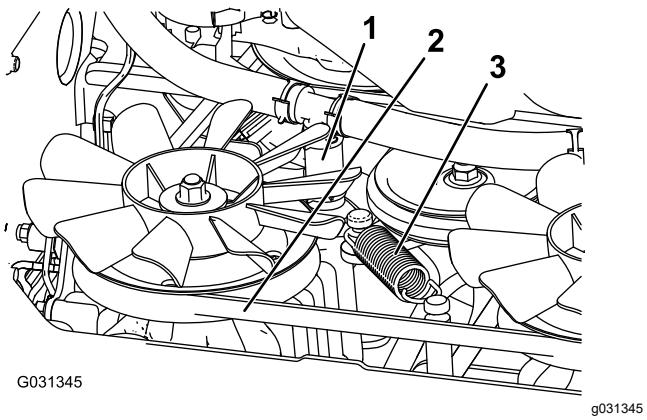

Рисунок 81
5. Снимите нижний гидравлический шланг (Рисунок 81).
6. Снимите пружину натяжения (Рисунок 81).
7. Снимите ремень трансмиссии с муфты и упора муфты (Рисунок 81).